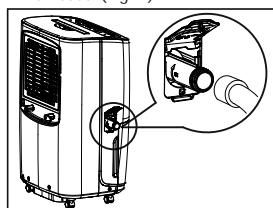

fig. 7
- Vissez le tuyau flexible à la portion filetée du joint de drainage. (Fig. 7)